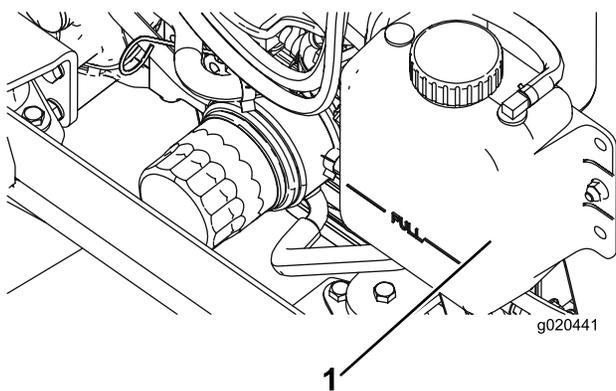

Рисунок 9
1. Осторожно снимите крышку радиатора и крышку расширительного бачка (Рисунок 9).